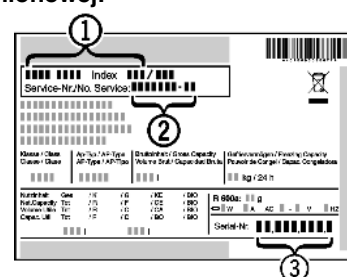

Fig. 70
- ▶ Odczytać z tabliczki znamionowej oznaczenie urządzenia Fig. 70 (1), nr serwisowy Fig. 70 (2) oraz numer seryjny Fig. 70 (3). Tabliczka znamionowa znajduje się po lewej stronie wewnątrz urządzenia.